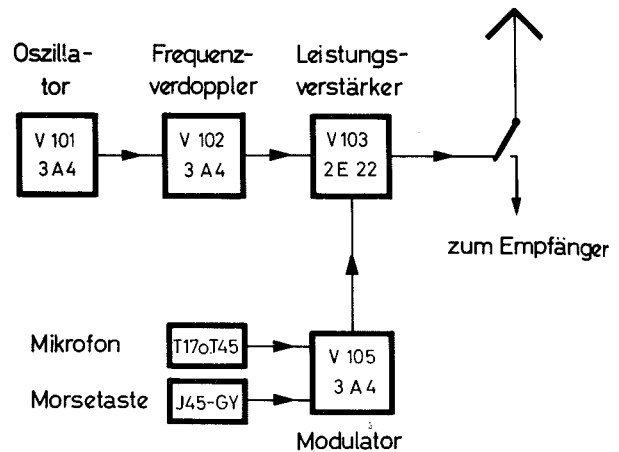

Bild 64 Blockschaltbild des Senders RT-77/GRC-9
5.2.1 Blockschaltbild (Bild 64)
b) Blockschaltbild (Bild 64). Dieses Blockschaltbild zeigt den Hauptoszillator. Er kann selbstschwingen oder quarzgesteuert werden. Die erzeugte Frequenz wird in der folgenden Stufe verdoppelt (der Anodenkreis ist abgestimmt auf die zweite Harmonische der Grundfrequenz). Die nächste Stufe (Leistungsstufe) erhält die Endfrequenz ($2f_0$) und arbeitet im C-Betrieb. Der Modulator liefert die Niederfrequenzspannung, die erforderlich ist, die Trägerfrequenz am Bremsgitter des Leistungsverstärkers zu modulieren. Der Ausgang des Leistungsverstärkers liegt während des Sendens an der Antenne.